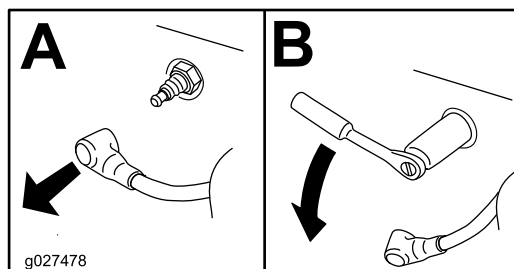

Figure 63
4. Localice y retire la(s) bujía(s), como se muestra en la Figure 63.